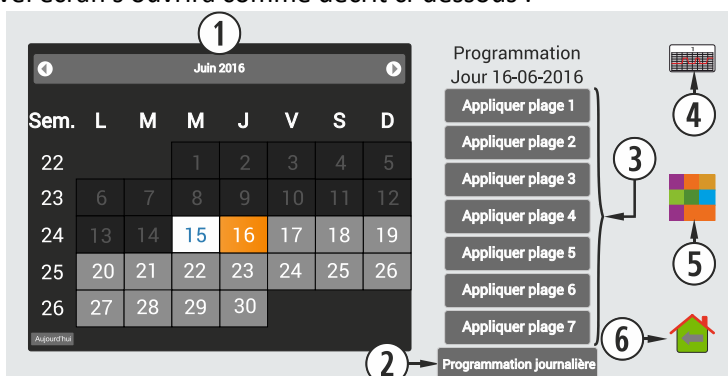
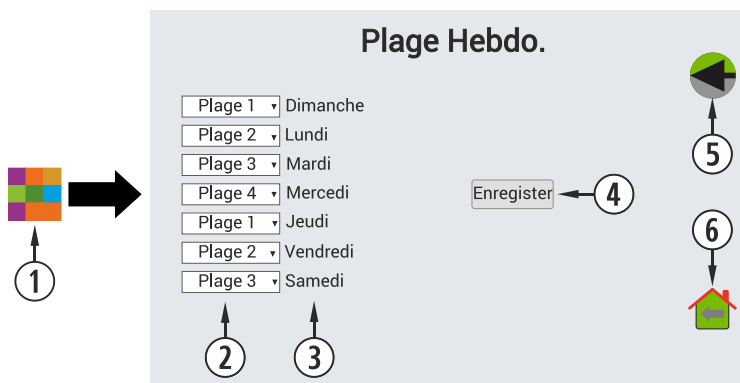

Figure 48
Figure 51
Pour accéder à la programmation hebdomadaire, il faut cliquer sur son icône (*figure 48*) et accéder à l'écran de programmation. Il doit indiquer sur chaque jour de la semaine le modèle désiré. Il faut ensuite **enregistrer** la programmation et l'activer comme indiqué dans le point ④ de la *figure 51*.